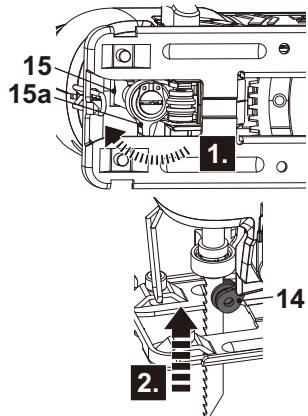

Fig. 1
- > Alinee e inserte la hoja de sierra en el alojamiento de la hoja de sierra (15) hasta el fondo (Fig. 1, paso 2).
- > Suelte el casquillo de sujeción de la hoja de sierra (15a). Éste debe volver completamente a su posición original, y asegúrese de que la hoja de sierra se asienta firmemente en el alojamiento de la hoja de sierra (15) .
- > Asegúrese de que los dientes de la hoja de sierra apuntan siempre hacia delante (14).